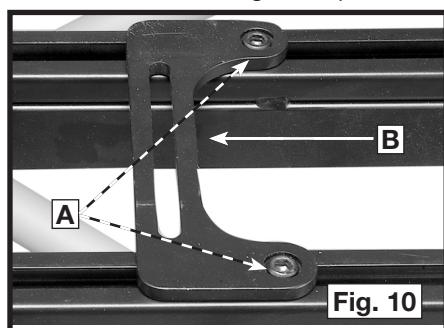

Fig. 10
- Utilisez la clé hexagonale qui vous a été fournie pour desserrer les vis (éléments A de la figure 10) du connecteur de scie amovible (B).